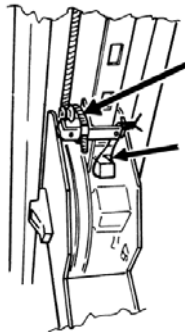

Fig.15
- Bevestig de vergrendelschuiven zodat ze niet terug kunnen schuiven (Fig.15).